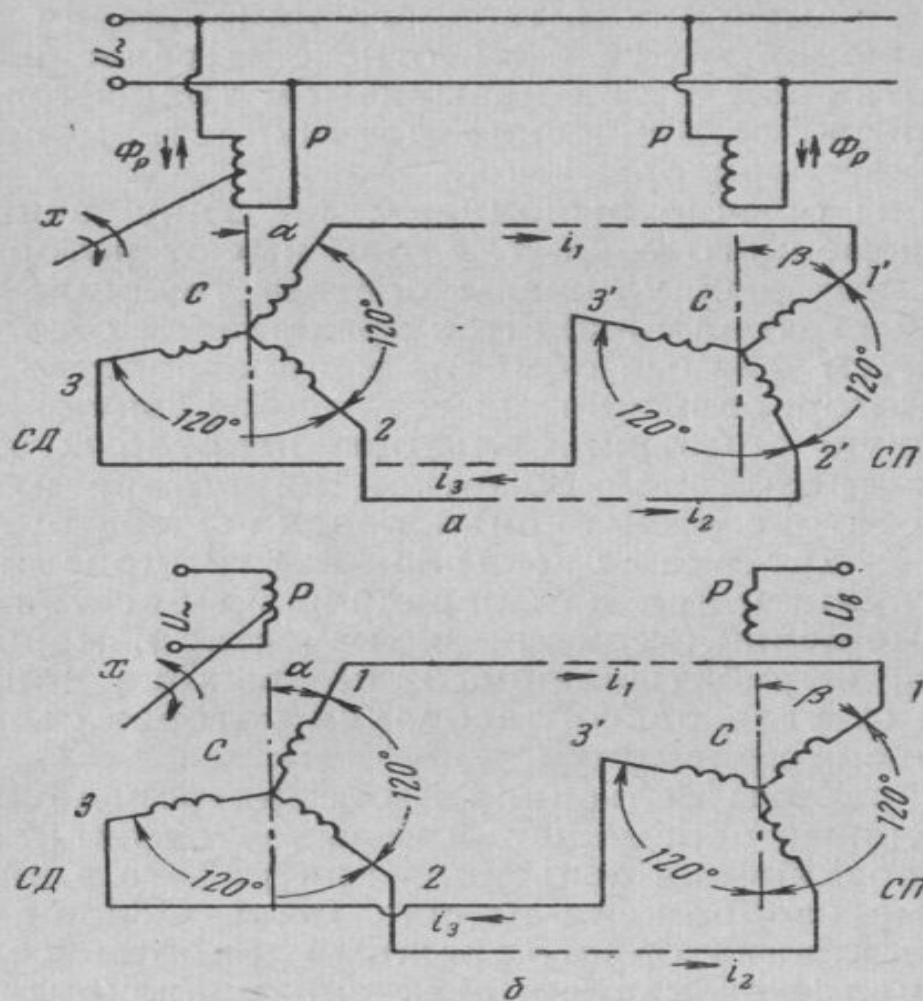

Рис. 68. Схема сельсинной передачи:
- Сельсины обычно выполняют по типу асинхронных машин переменного тока. Сельсинная передача состоит из двух сельсинов — датчика *СД* (рис. 68) и приемника *СП* и может служить как для передачи на расстояние угловых перемещений, так и в качестве измерительного устройства. Схема соединения сельсинов при работе в индикаторном режиме изображена на рис. 68, а. Схема соединения сельсинов при работе в трансформаторном режиме показана на рис. 68, б.